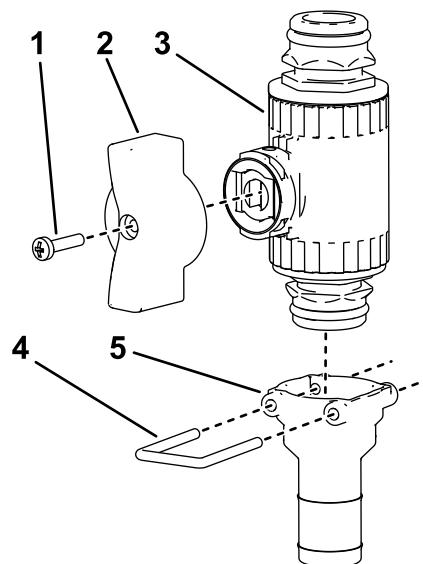

Figure 26
- Fixez la poignée à oreilles et le raccord droit sur la vanne de commande (Figure 26).
- Montez le raccord droit sur la vanne de commande au moyen de l'étrier, comme montré à la Figure 26.